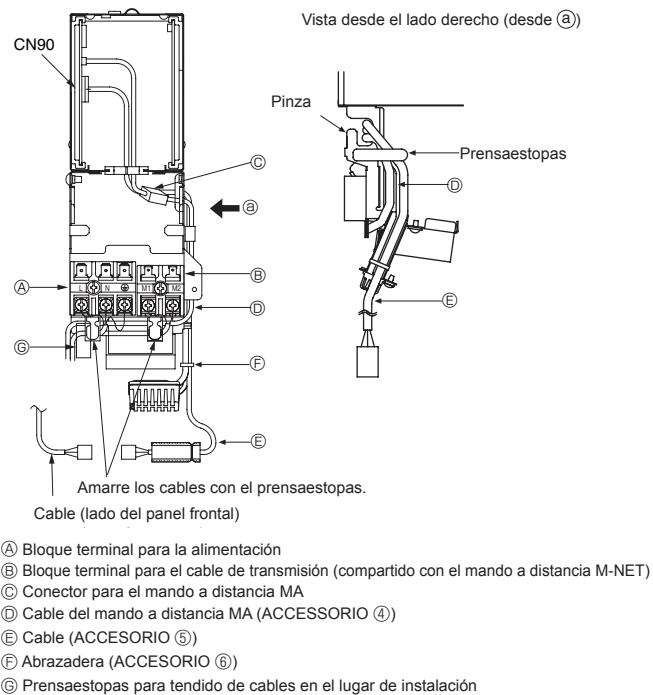

Fig. 5-1
5.1. Unidad interior (Fig. 5-1, 5-2)
- Conecte el cable ⑤ a CN90 del cuadro del controlador que hay en la caja de componentes eléctricos.
- Sujete el cable ④ del mando a distancia MA y el cable ⑤ con el prensaestopas pasando por la pinza que hay en el lado derecho de la caja de componentes eléctricos.
- Sujete el cable ④ del mando a distancia MA con el prensaestopas de sujeción haciendo pasar el cable por el lado inferior del bloque de terminales.
- Sujete el cable ⑥ con la abrazadera ⑥.